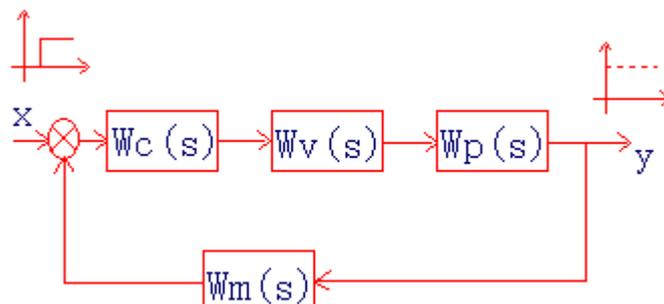

图 26 方框图
④实验方框图：当前实验系统的方框图。如下图 26 所示为一闭环控制系统方框图。